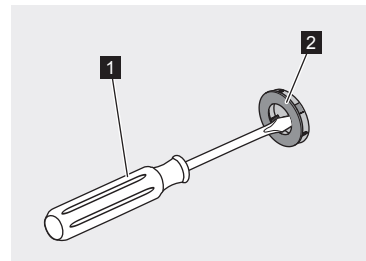

図17: てこの要領でカバーキャップを取り外す
3. 小型マイナスドライバー(図17/1)を使って、てこの要領でカバーキャップ(図17/2)を取り外します。カバーキャップは再利用できないため、交換してください。